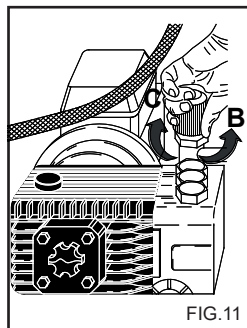

FIG.11
Mit dieser Vorrichtung (Fig. 11) kann man den Betriebsdruck regulieren. Wenn man den Drehschalter C entgegen dem Uhrzeigersinn dreht (B) (Minimum) wird der Betriebsdruck verringert.